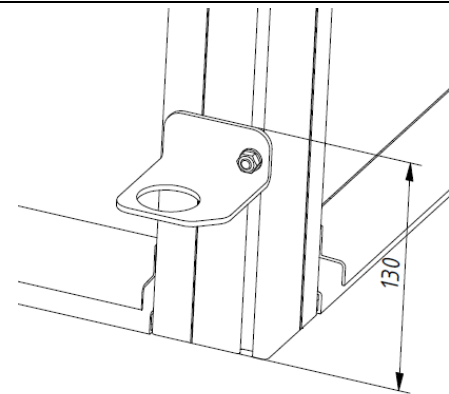

Abb. 128
- der Abstand zwischen der Oberkante des Fallrohrhalters und der Unterkante des Randprofils sollte **130 mm** betragen. (Abb. 128)